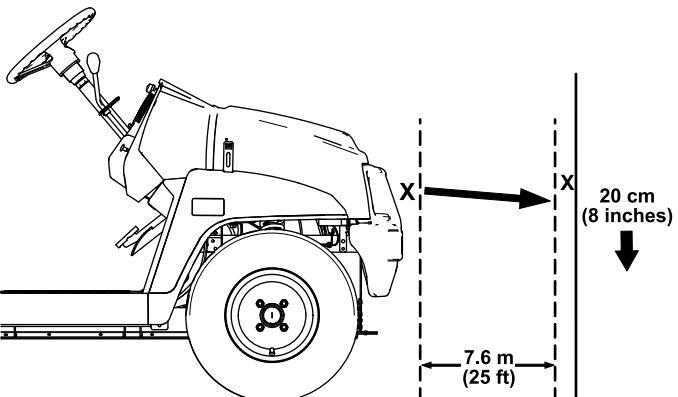

Figura 48
1. Aparque la máquina en una superficie nivelada con los faros a unos 7,6 m de una pared (Figura 48).
La parte más brillante del haz del faro debe estar a 20 cm por debajo de la señal hecha en la pared (Figura 48).